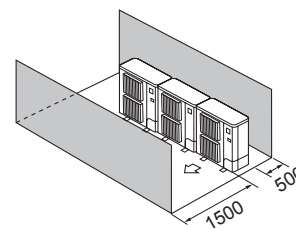

Fig. 2-15
- ④ Ovire samo na sprednji in zadnji strani (Fig. 2-15)